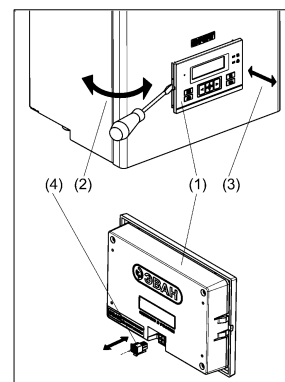
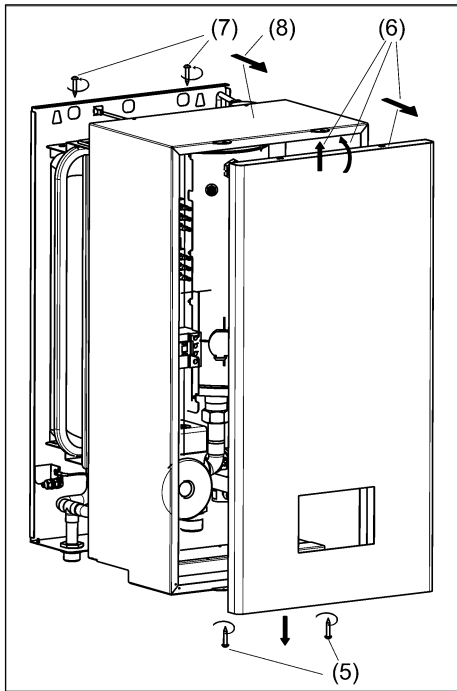

Рисунок 5. Снятие блока управления
Рисунок 6. Снятие лицевой панели и кожуха
(1) Аккуратно подденьте плоской отвёрткой место примыкания блока управления и лицевой панели (см. рис. 5).
(2) Выдвиньте блок управления на себя.
(3) Отсоедините кабель с разъёмом от блока управления. Кабель подсоединён с тыльной стороны блока управления.
(4) Уберите блок управления в сторону в безопасное место.
(5) Открутите отвёрткой два самореза с нижнего торца лицевой панели (см. рис. 6).
(6) Снимите лицевую панель и уберите её в сторону, при этом исключите